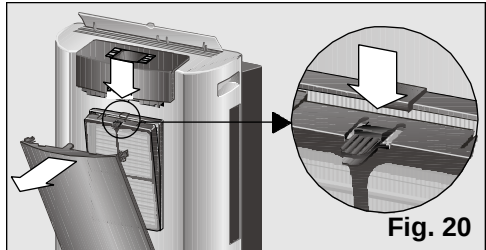

Fig. 20
Todos os modelos dispõem de um filtro base de ar que é necessário limpar conforme passa o tempo, **Fig. 19**. Para isso basta premir a pestana situada na parte superior e retirá-lo do seu alojamento, **Fig. 20**. Para o lavar basta passá-lo por água corrente, secá-lo e tornar a instalá-lo.
- Retirar o filtro base do equipamento, Fig. 20.